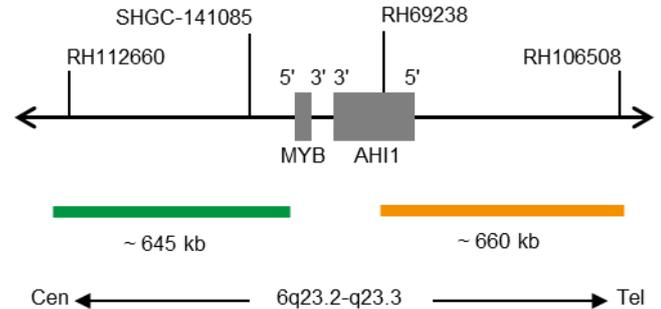

Fig. 1 : Carte de la sonde SPEC MYB (pas à l'échelle)
- Polynucléotides marqués au ZyGreen (excitation 503 nm/émission 528 nm) (~10 ng/μl), qui ciblent des séquences cartographiées en 6q23.2-q23.3\* (chr6:134,840,690-135,483,752) à proximité de la région du point de rupture MYB (voir figure 1).
- Polynucléotides marqués au ZyOrange (excitation 547 nm/émission 572 nm) (~4,5 ng/μl), qui ciblent des séquences cartographiées en 6q23.3\* (chr6:135,728,667-136,390,142) distales de la région du point de rupture MYB (voir figure 1).